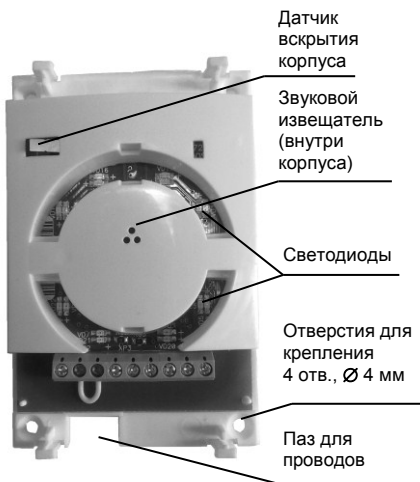

Рисунок 7 – Вид считывателя без крышки
- 3) уложить соединительные провода в канал (или протянуть через отверстие в стене) и протянуть их через паз в корпусе (рисунок 7);
В считывателе имеются встроенный звуковой извещатель и светодиоды (рисунок 7), которые предназначены для индикации состояния считывателя и реакции на поднесение кодоносителя.